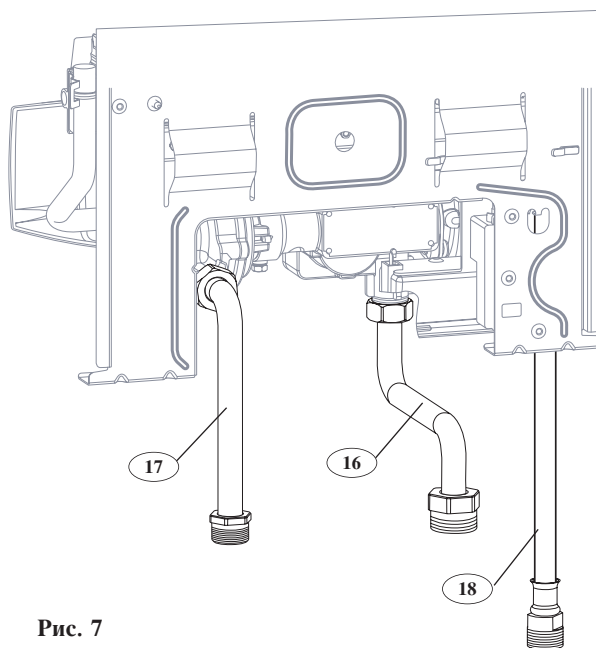

Рис. 7
Подключение природного газа (рис. 7):
Подключение газа бутана - пропана (рис. 7):
Подключение холодной воды (рис. 7):
- Одна изогнутая трубка (17) 14 x 0,75 с резьбой 1/2 дюйма.
Подключение горячей воды с помощью дюритового шланга, (18) (рис. 7), установленного на аппарате.
- Закройте кран подачи холодной воды (17) (рис. 7).